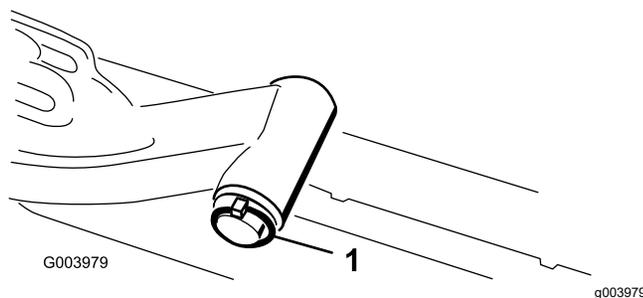

Рисунок 11
- C. Вставьте вал подъемного рычага в подъемный рычаг и зафиксируйте шайбой и шплинтом с кольцом (Рисунок 11).
- A. Снимите шплинт с кольцом и шайбу, которые крепят шарнир подъемного рычага к подъемному рычагу и снимите шарнир с подъемного рычага (Рисунок 11).